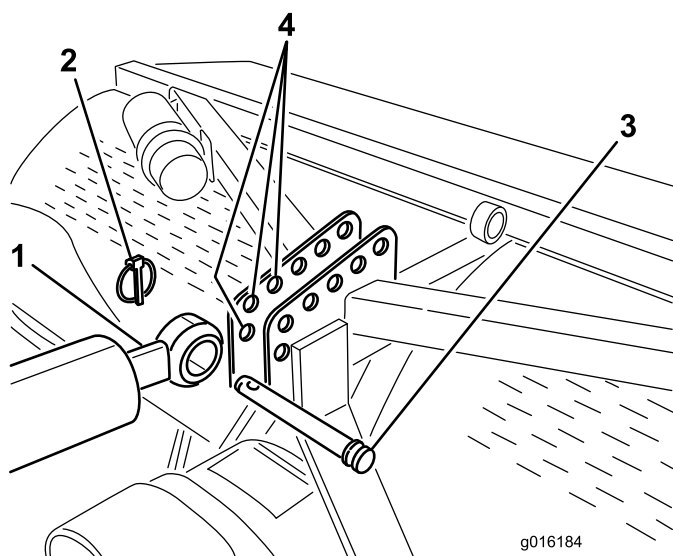
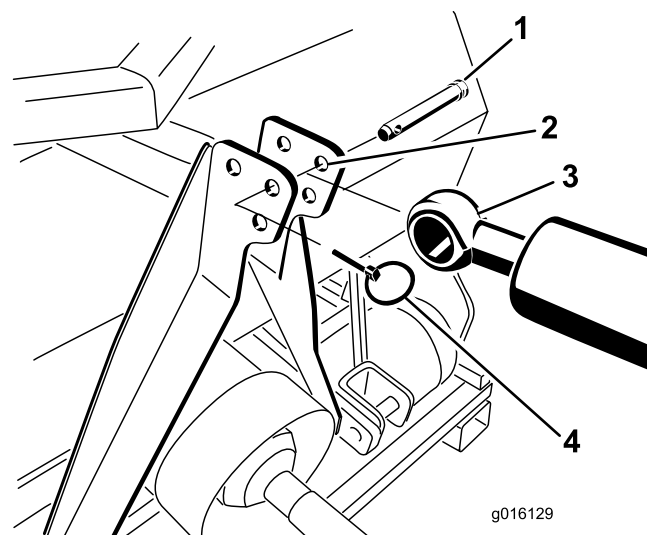
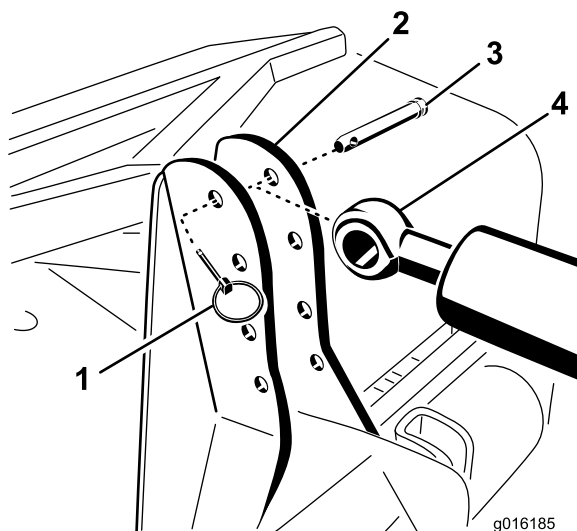

Figura 6
Figura 8
Figura 7
7. Sujete el extremo de la varilla del brazo hidráulico superior en el taladro más adelantado posible del soporte del aireador con un pasador de enganche y un pasador de seguridad (Figura 6, Figura 7 o Figura 8).